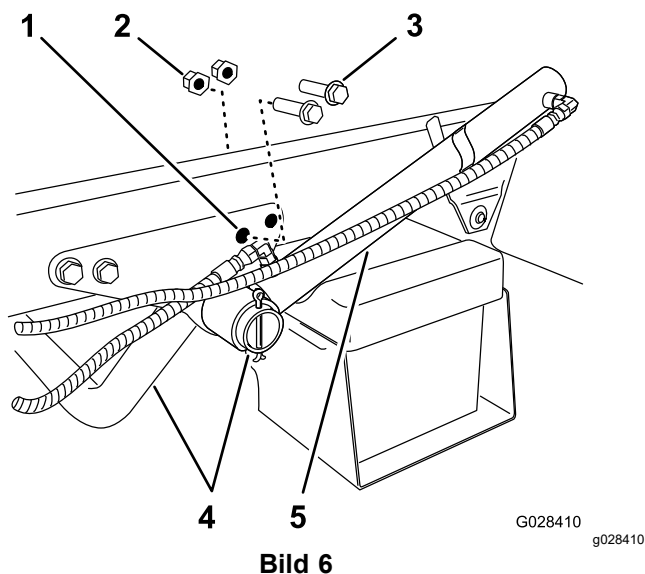

Bild 6
- Entfernen Sie die zwei hinteren Bundkopfschrauben und zwei Sicherungsbundmutter, mit denen die Stützhalterung für das Motorrohr am Rahmen der Maschine befestigt ist (Bild 6).
2. Drehen Sie den Hubzylinder, um einen Abstand für das Montieren der Befestigungshalterung am Behältergestell zu schaffen (Bild 6).